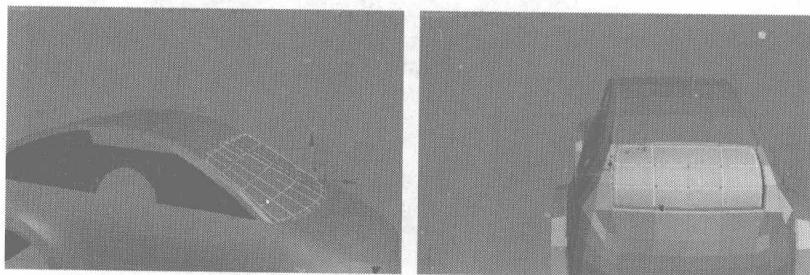

图 7.126
- 23** 单击右键，在弹出的快捷菜单中选择 **NURMS Toggle** 命令，或者用快捷键 **Ctrl+Q**，将模型平滑显示。单击右键，在弹出的快捷菜单中选择 **Unhide by Name** 命令，在弹出的对话框中选择前后车窗的模型，单击 **Unhide** 按钮，将汽车车身模型显示出来。配合车身的模型，调整前后车窗模型的位置，如图 7.126 所示。